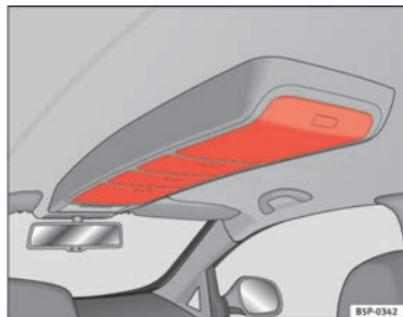

Fig. 106 Portaobjetos en el techo
- Para abrir estos compartimentos, presione sobre el pulsador de la tapa ⇒ fig. 106. La tapa se abre automáticamente.